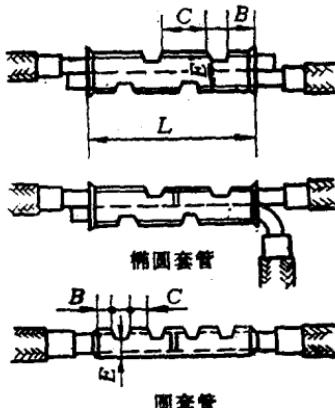

图1-2 单线压接
(1) 对内线工程用的 10mm^2 以上的单股小截面铝导线，多用铝套管进行局部压接，如图 1-2 所示。压接前，先把导线两端的绝缘层各剥去 $50\sim55\text{mm}$ ，用电工刀把导线表面的氧化膜及油垢刮掉，再涂上凡士林锌粉膏，把线芯从两端插入事先选好的铝套管内，有圆形和椭圆形两种套管，然后用压钳进行压接。压接尺寸见表 1-2。